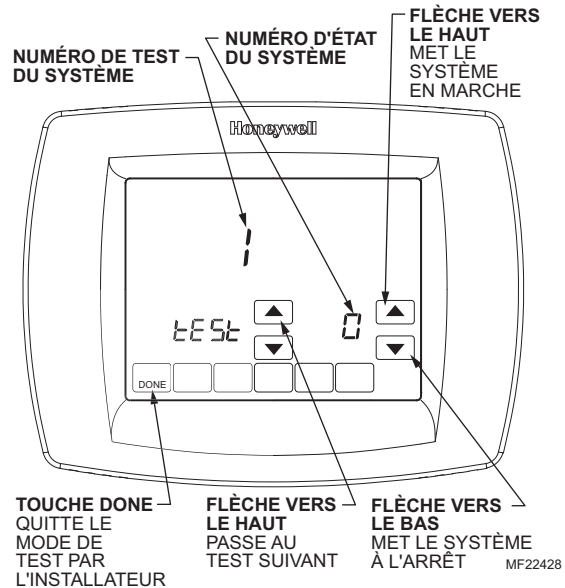

Fig. 30. Aperçu des boutons utilisés en mode de test du système par l'installateur.
3. Voir la Fig. 30 pour comprendre comment les touches du thermostat sont utilisées en mode de test par l'installateur. Consulter le Tableau 6 pour voir un aperçu des tests offerts.